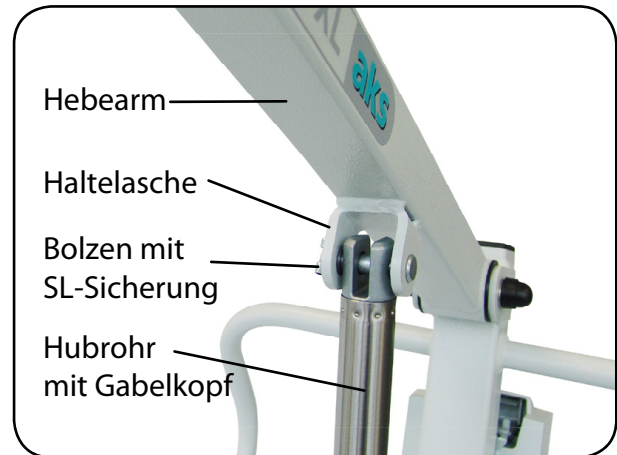

Abb. 6.1.10 - Motorlasche am Hebearm
9. Heben Sie den Hebearm an und bringen Sie die Bohrung des Hubrohres (Gabelkopf) mit der Bohrung der Haltelasche deckungsgleich übereinander. Befestigen Sie den Hubantrieb an der Haltelasche des Hebearms durch Einstecken des Bolzens. Sichern Sie den Bolzen mit der SL-Sicherung (Abbildung 6.1.10).